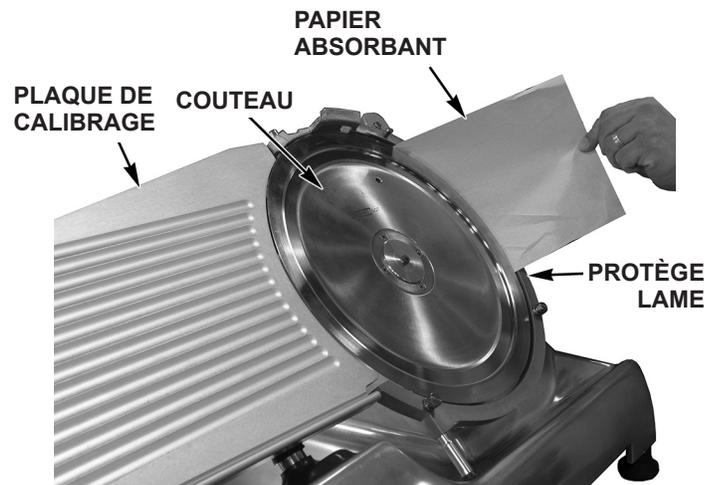

Fig. 10
- Nettoyez à fond le tour du protège lame avec un papier absorbant plié et humide entre le couteau et le protège lame (Fig. 10).